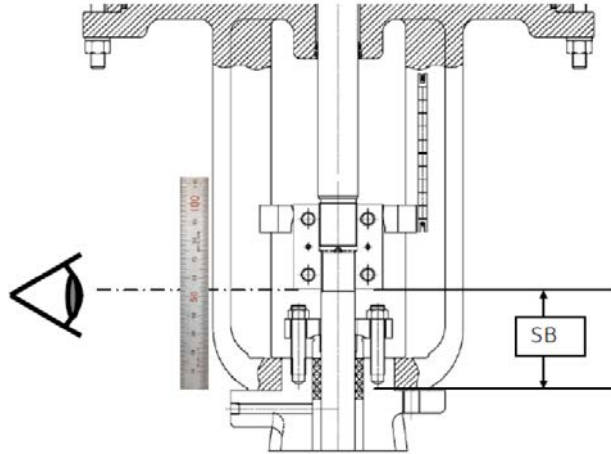

Figura 1 - Avistamiento de la abrazadera dividida
5. Coloque la abrazadera dividida con el espacio entre la abrazadera dividida y el bonete (SB) como se muestra en la Tabla 3 de la página 10. Si la abrazadera dividida no se acopla correctamente con ambos vástagos, extienda ligeramente el vástago del actuador hasta lograr la alineación y el acoplamiento (Figura 1).